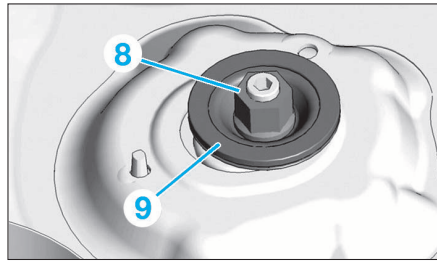

FIG. 5
- Déposer l'écrou (8) et la coupelle (9) (Fig.5).